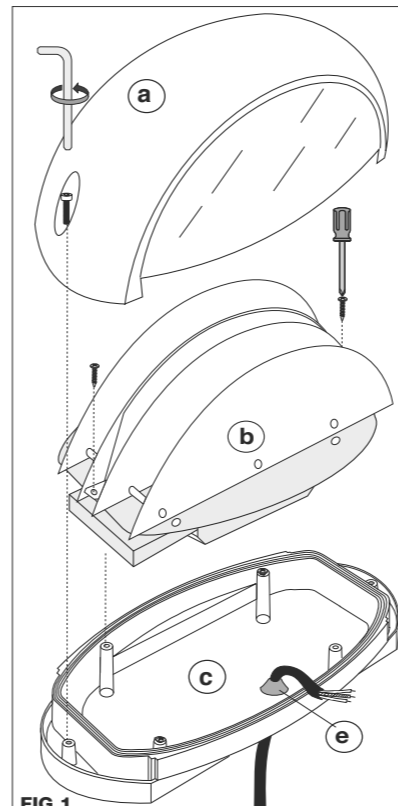
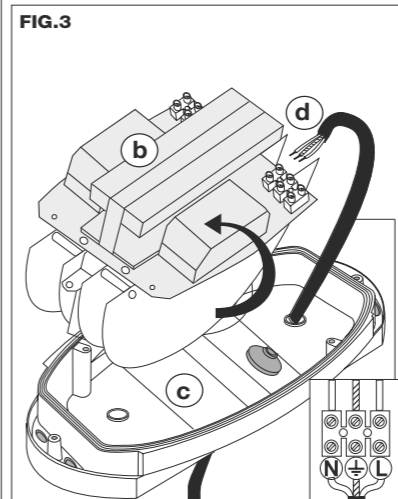

FIG.1
FIG.3
- Connecter le câble d'alimentation sur le côté amovible du borne/connector, puis se connecter à la partie fixe de la borne/connector, sur la plaque (FIG.3).
- Togliere la calotta con il vetro (a) svitando le apposite viti a brugola ed estrarre il riflettore (b) svitando le viti di fissaggio. **(FIG.1)**
- Introdurre il cavo di alimentazione (con diametro tra 7 e 10 mm H07RN-F 3G nel pressacavo (e) **(FIG.1)**).
- Fissare la base sulla superficie mediante le asole situate ai lati della stessa **(FIG.3)** ed effettuare il cablaggio al morsetto/connettore (d) sotto al riflettore (il cavo di terra giallo e verde va connesso nella relativa sede contrassegnata con il simbolo di terra ⊕). **(FIG.1/2)**